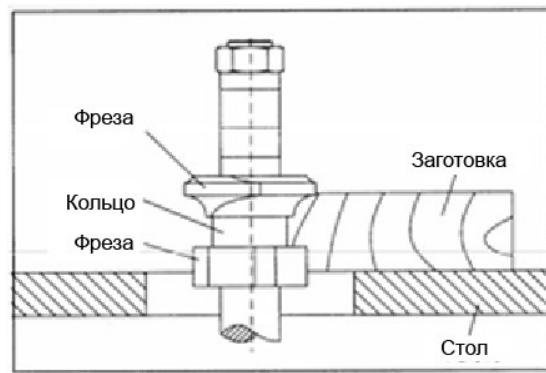

Рисунок 33
3. Использование копировального кольца между двумя фрезами имеет преимущества и недостатки первых двух методов, и часто используется, когда нужно обработать оба края заготовки, см. Рис. 33.